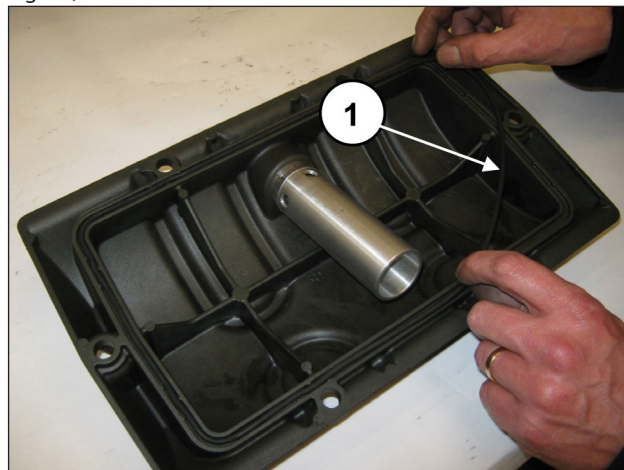
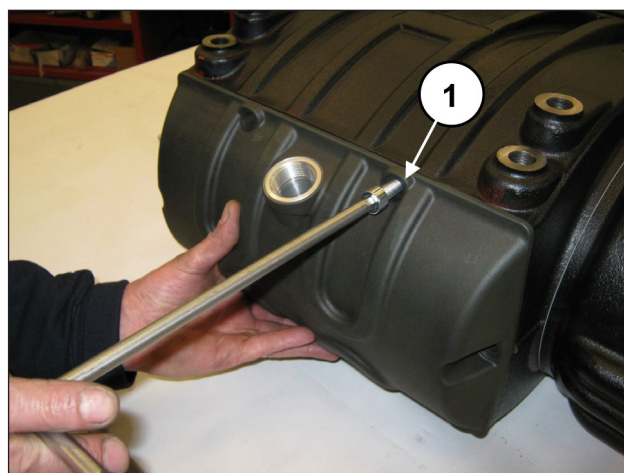

Fig. 70
Fig. 71
Introducir la junta tórica en la tapa posterior (pos. ①, Fig. 70) y montar la tapa en el cárter con los 6 tornillos M10x30 (pos. ①, Fig. 71).